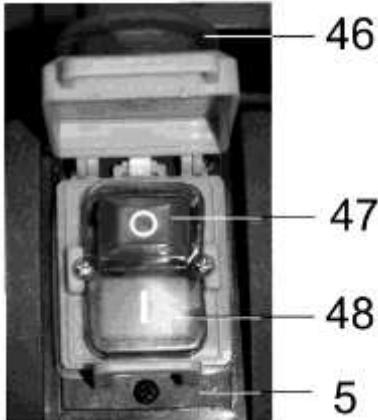

Рис. 19
**10.2. Включение (Рис. 19)**
10.2.2. Как показано на Рис. 19, для включения машины откройте крышку (46), нажмите на кнопку включения (48).